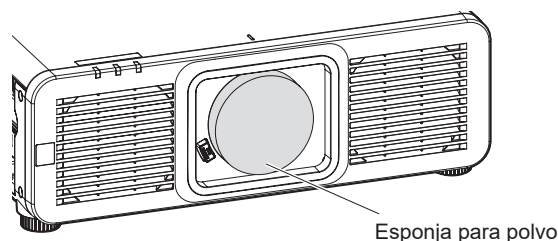

Figura 1
1) Quite la esponja para polvo. (Figura 1)